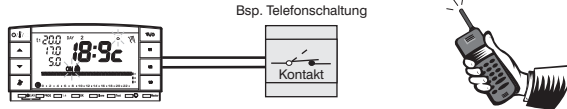

Abb. 60
- In diesem Betriebszustand sind sämtliche Funktionen der Raumthermostatuhr ausgeschaltet. Lediglich die Anzeige der aktuellen Uhrzeit und des Wochentags oder der zuletzt gemessenen Temperatur bleiben eingeschaltet (je nach Herkunftsbedingung). Der Wechsel der Anzeige von Uhrzeit und Wochentag auf gemessene Temperatur (und umgekehrt) erfolgt über die Taste "⊖/°C" (Beispiel in Abb. 60).